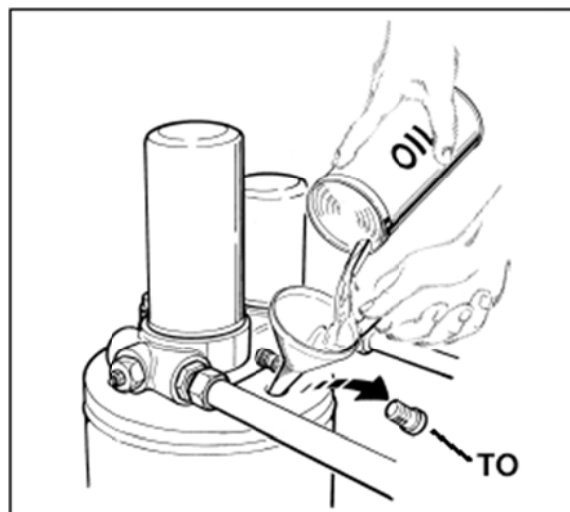

рис.15.
- Открутить пробку маслоналивной горловины **ТО**, не потеряв при этом прокладку (**рис.15**). Используя воронку, залейте масло (**рис.15**).